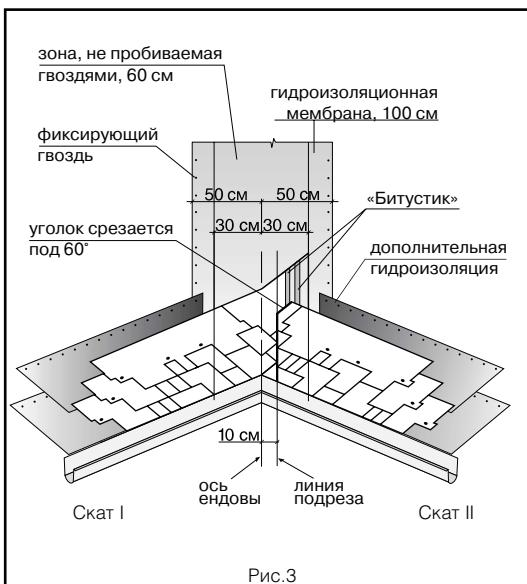

Рис.3
## Ендова (рис. 3)
- на прилегающем скате (II) вдоль оси ендovy на расстоянии 30 см от нее отбивается линия;
- лист, подходящий к ендove со ската II, должен доходить до линии подрезки и обрезаться по ней. Верхний уголок обрезанного края листа подрезается под углом 60° (5 x 3 см – рис. 3);